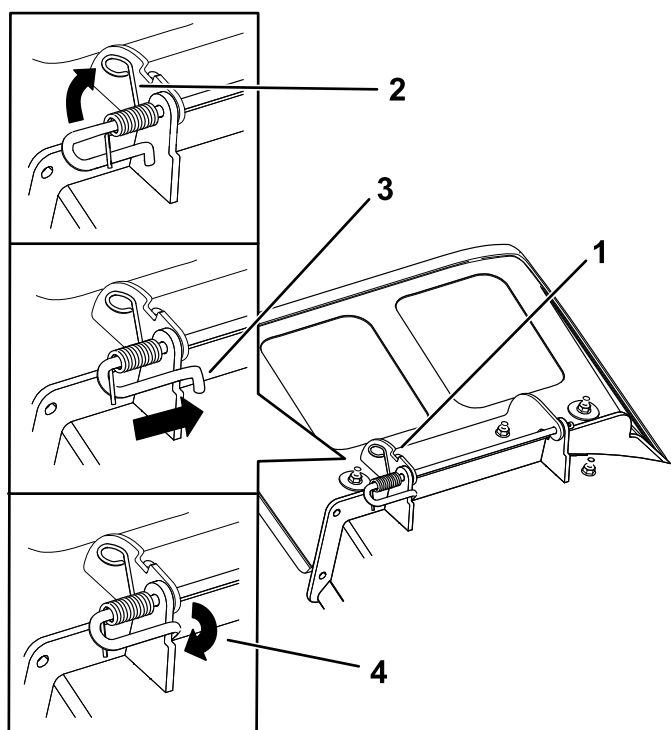

Figura 78
4. Posicione o novo defletor de descarga com as extremidades do suporte entre os postes soldados na plataforma como se mostra na Figura 78.
6. Posicione a mola na barra como se mostra na Figura 78 de forma a que a extremidade mais pequena da mola saia por baixo da barra antes da dobra e que passe por cima da barra quando regressa da dobra.
7. Eleve a extremidade com volta da mola e coloque-a no entalhe do suporte do defletor (Figura 78).
8. Prenda o conjunto da barra e mola rodando-o de forma a que a extremidade curta da barra esteja por detrás do suporte frontal soldado à plataforma (Figura 78).